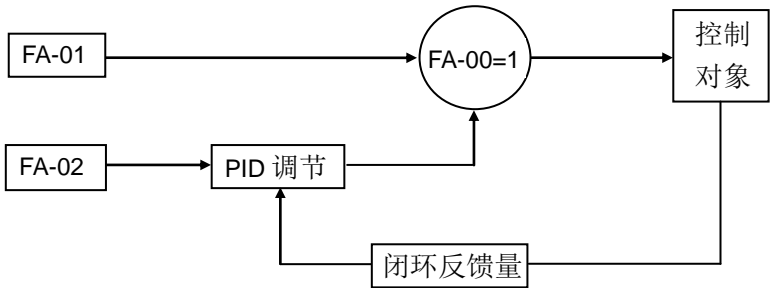

图 6-37 开环给定+PID 运行
- 当 FA-00=1 时，开环给定+PID 运行，如图 6-37 所示：